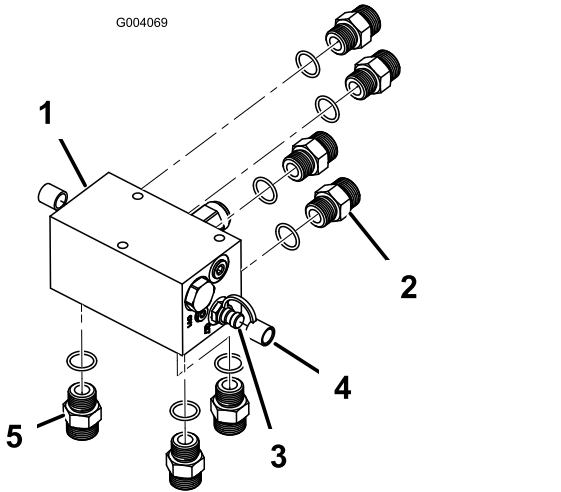

Figure 4
1. Posez les 4 raccords hydrauliques droits à l'arrière du collecteur (Figure 4).
2. Montez les 2 raccords de diagnostic de chaque côté du collecteur assortis des capuchons antipoussière (Figure 4).
3. Montez les 3 raccords hydrauliques droits au fond du collecteur (Figure 4).